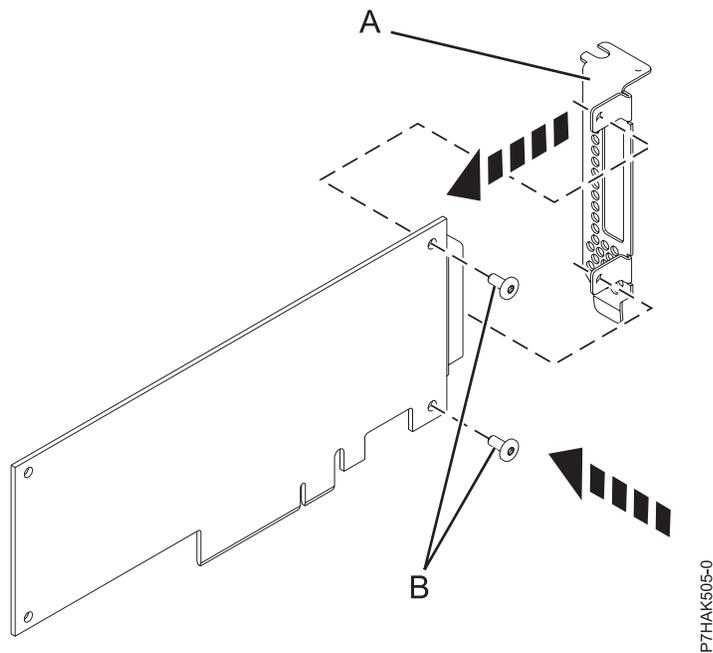

Figura 13. Colocación de la contrapunta de perfil bajo en un adaptador PCI
11. Utilizando un destornillador Phillips y los dos tornillos de retención (B), fije la contrapunta (A) del adaptador PCI anómalo en el nuevo adaptador PCI. Consulte Figura 13 en la página 26.